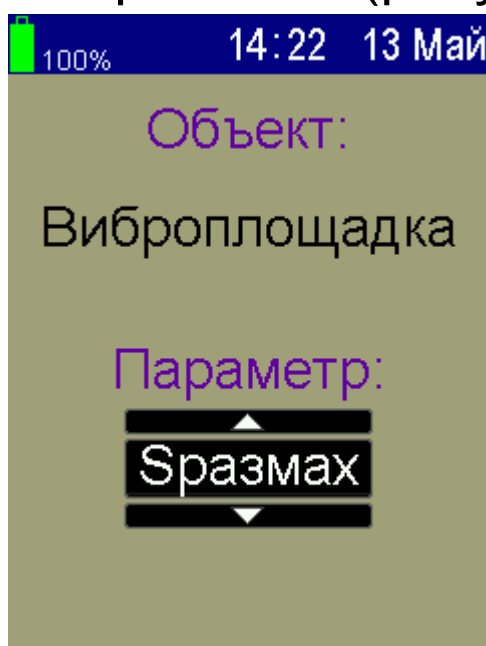

Рисунок 5.3
- выбрать тип объекта и измеряемый параметр в пункте «Параметры ВИСТ» (рисунок 5.3);